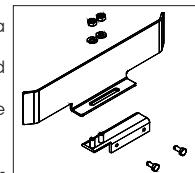

Fig.17
- Montare e fissare i 2 lamierini sagomati sui 2 supporti ad U con dadi e rondelle in dotazione, come in Fig.17.